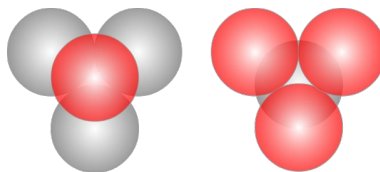

Figura 6.11
- En el empaquetado cúbico compacto hay 8 posiciones tetraédricas y en el hexagonal compacto hay 2 posiciones octaédricas (Figura 6.11).
Figura 6.11.- Posiciones tetraédricas del empaquetamiento compacto cúbico (a) y hexagonal compacto (b) y sus respectivas proyecciones en el plano basal (c) y (d).